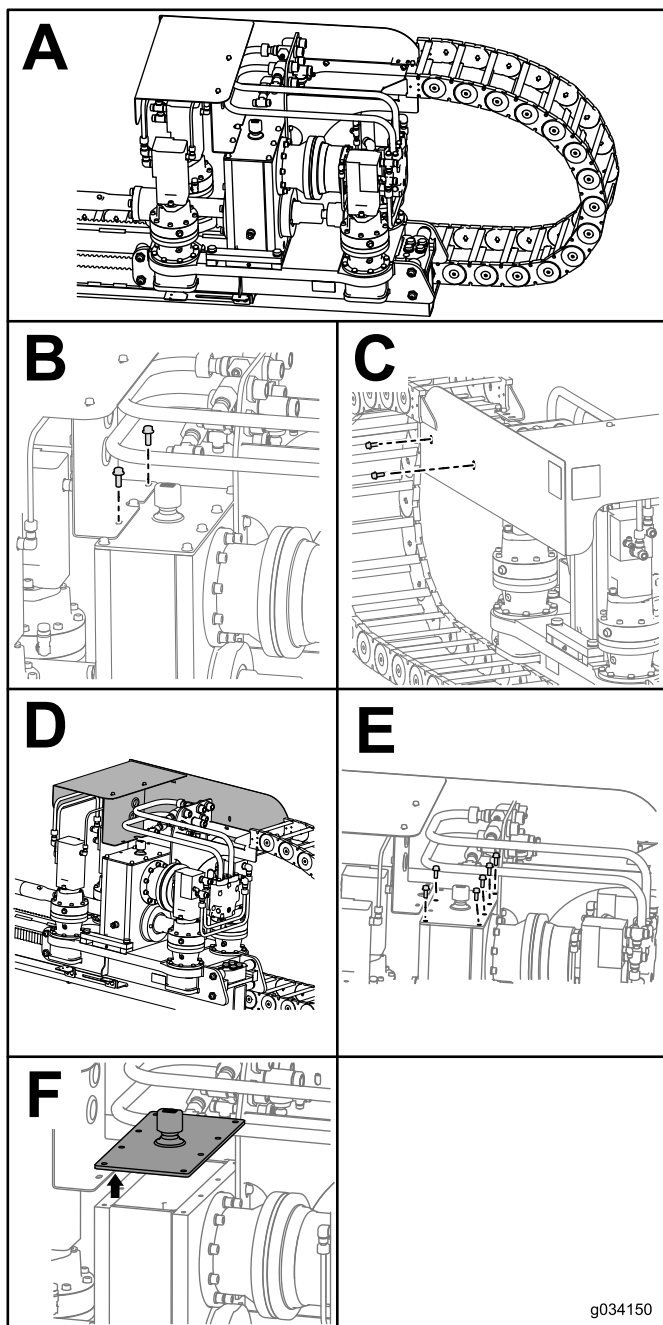

**Bild 107**
3. Entfernen Sie die zwei Schrauben und Muttern an der Schutzvorrichtung des Fahrgestells (Abschnitt B in Bild 107).
4. Entfernen Sie die zwei Schrauben und Muttern an der Seite der Schutzvorrichtung des Fahrgestells (Abschnitt C in Bild 107).
5. Schieben Sie die Schutzvorrichtung des Fahrgestells nach vorne (Abschnitt D in Bild 107).
6. Entfernen Sie die sechs Schrauben am Getriebe (Abschnitt E in Bild 107).
7. Entfernen Sie die Abdeckung am Getriebe und saugen das Öl ab (Abschnitt F in Bild 107).
11. Schieben Sie die Abdeckung wieder auf das Getriebe und setzen Sie die sechs Schrauben lose ein (Abschnitt E in Bild 107).
12. Setzen Sie die Abdeckung des Fahrgestells wieder auf und setzen die zwei Schrauben lose ein (Abschnitt C in Bild 107).
13. Setzen Sie die zwei Schrauben ein, mit denen die Abdeckung des Fahrgestells am Getriebe befestigt ist (Abschnitt B in Bild 107).